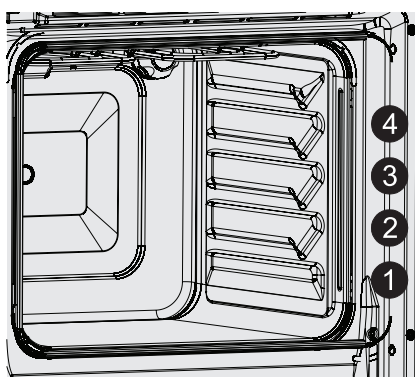
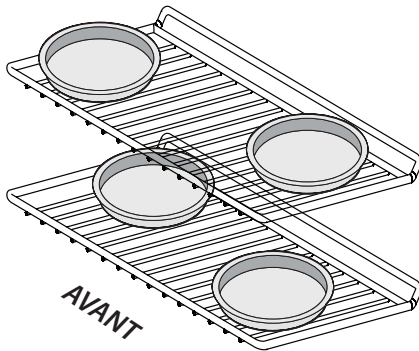

Figure 20: Positions des grilles du four
Figure 22: Cuisson sur plusieurs niveaux et grilles
- Pour de meilleurs résultats lorsque vous utilisez une grille de four, placez les grilles aux positions 2 ou 3 (Figure 20).
- Pour de meilleurs résultats lorsque vous faites cuire des gâteaux ou des biscuits à l'aide de deux grilles de four, placez les grilles aux positions 1 et 3 (Figure 20) et placez les moules comme illustré à la figure 22.